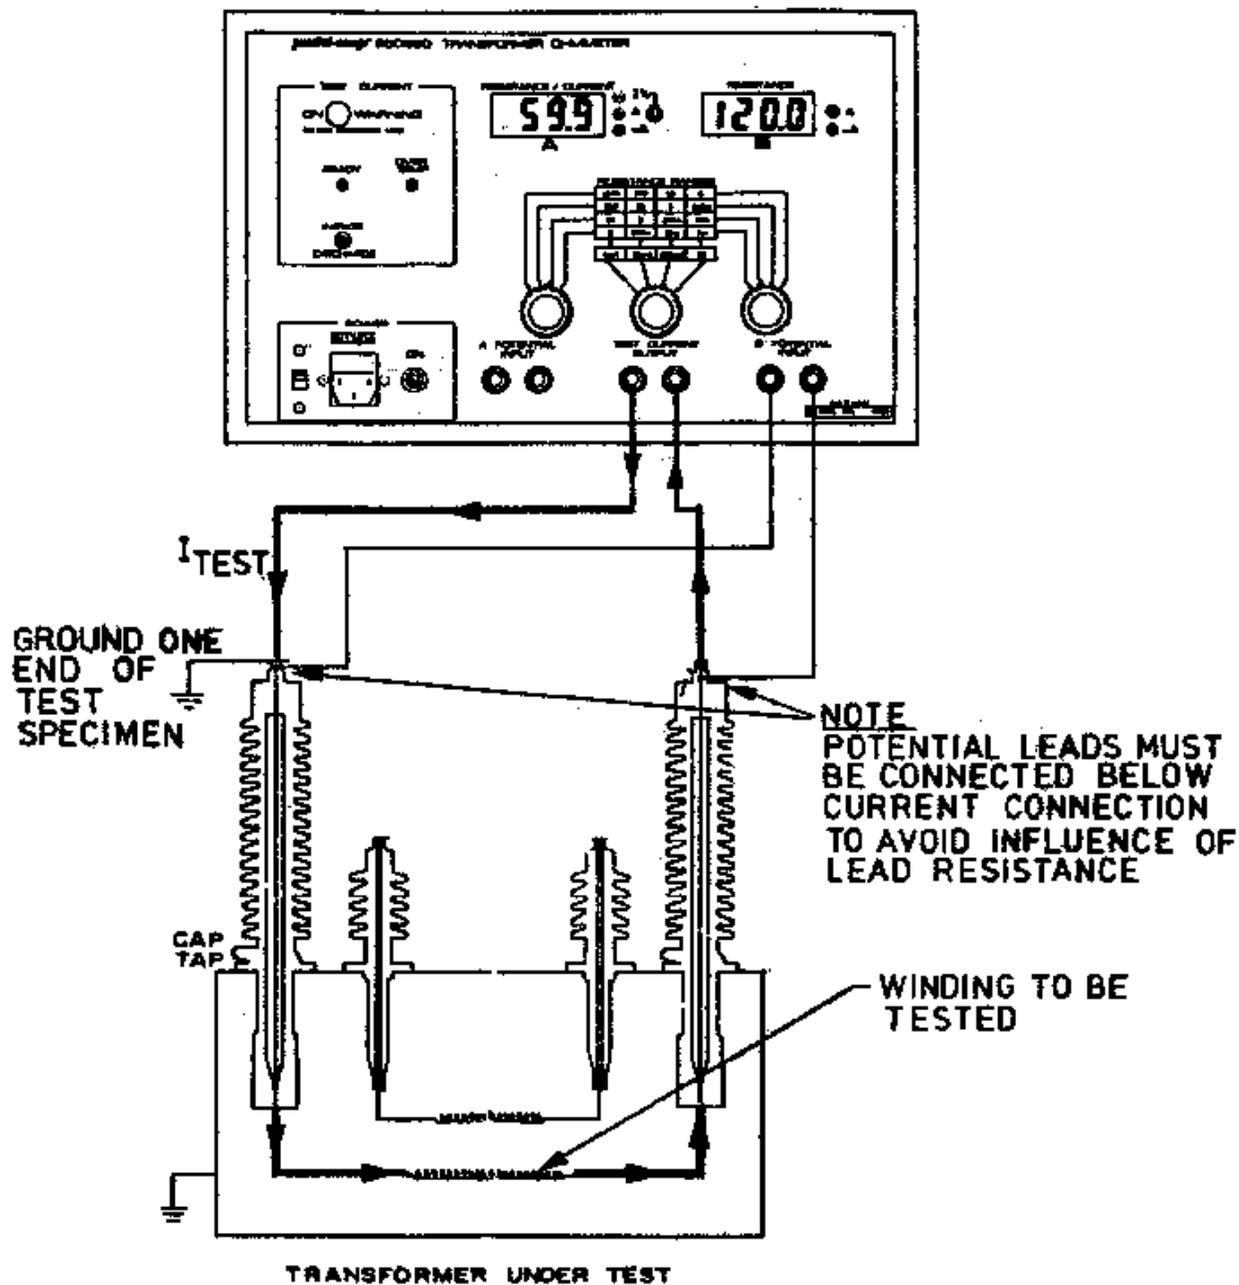

Figura 2. Single winding measurement.
Vea la figura 2 para la conexión del transformador de prueba.
3. Conecte la salida de corriente 9 al arrollamiento del espécimen de prueba. Vea la figura 2.
No sujete las puntas del potencial a las puntas de la corriente ya que agregara resistencia de contacto a la medición. Las puntas del potencial deberán colocarse siempre en el interior de las puntas de la corriente véase la figura 2.